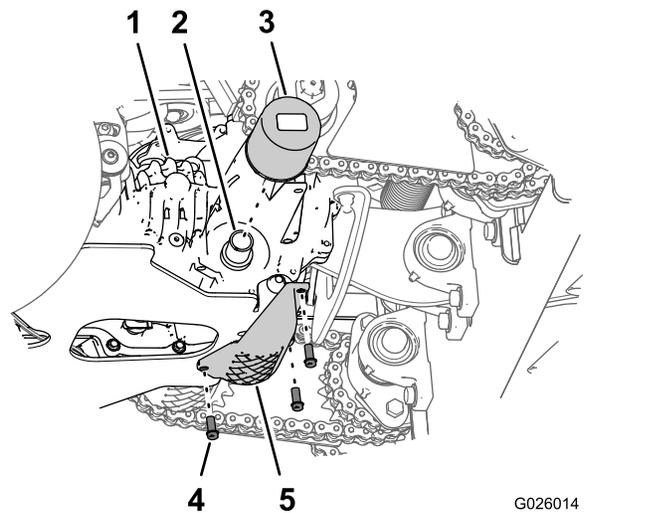

Figura 65
3. Retire los 3 pernos con arandela prensada ( $\frac{1}{4}$ " x  $\frac{3}{4}$ " ) que sujetan el protector del filtro a la transmisión y retire el protector (Figura 65).
4. Limpie la zona alrededor del filtro de la transmisión (Figura 65).
6. Gire el filtro en sentido antihorario y retire el filtro (Figura 65).
8. Para instalar el filtro, gírelo en sentido horario en el adaptador del filtro hasta que la junta entre en contacto con el adaptador, luego apriete el filtro entre  $\frac{3}{4}$  de vuelta y 1 vuelta más (Figura 65).
9. Instale el protector del filtro con los 3 pernos con arandela ( $\frac{1}{4}$ " x  $\frac{3}{4}$ " ) que retiró en el paso 3 (Figura 65) y apriete los pernos a 1017–1243 N·cm (90–110 pulgadas-libra).